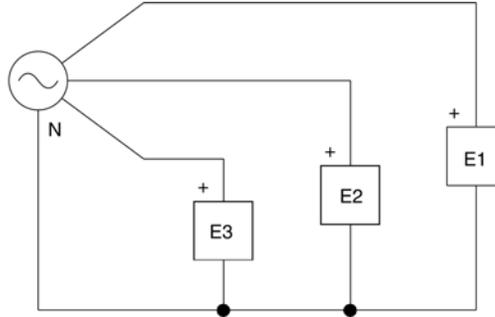

Figure 2-8. Mesure de l'angle de phase.
- 3. Montez le circuit de la figure 2-8. Raccordez les appareils de mesure E1, E2 et E3 de façon à mesurer les tensions de phase du Bloc d'alimentation aux